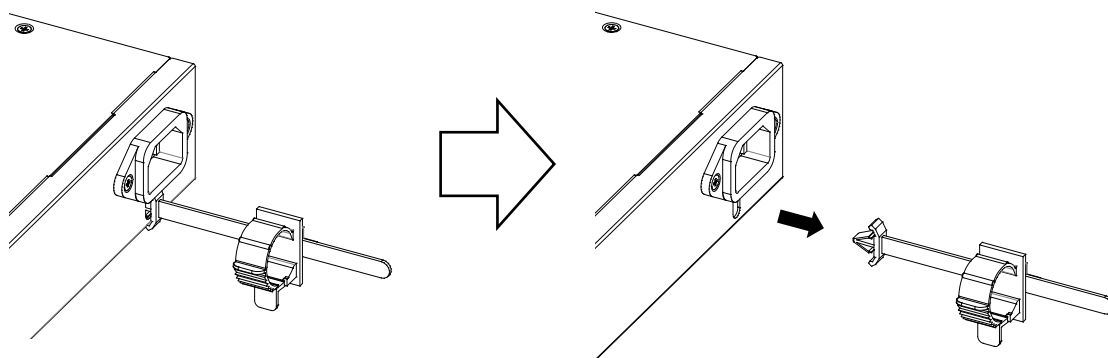

図 3-27 AC 電源コードストッパーの取り外し方法 2
- (5) AC 電源コードストッパーを装置から取り外す場合は、AC 電源コードストッパーを 90° 回転させて引き抜いてください。(図 3-27 参照)